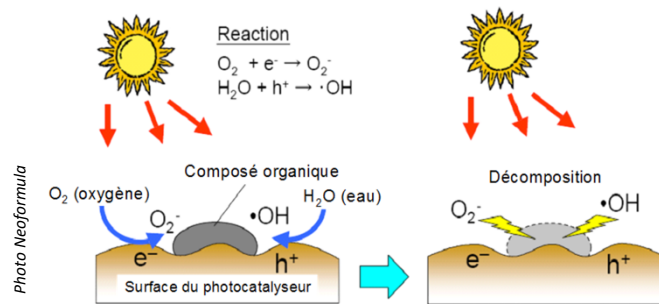

Figure 1 Dégradation de la matière par photocatalyse
- Décomposition des polluants de surface par oxydation des matières organiques (figure 1)